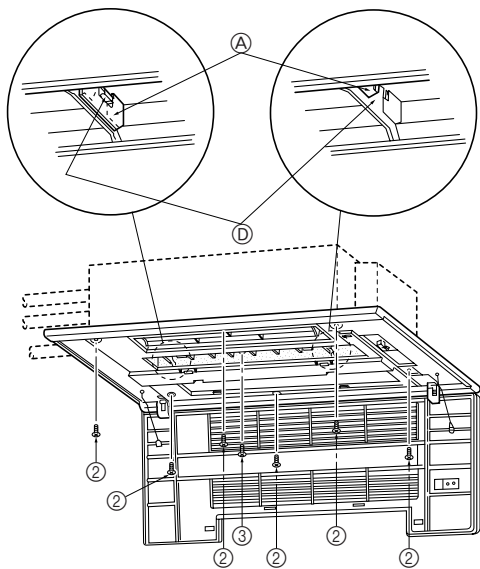
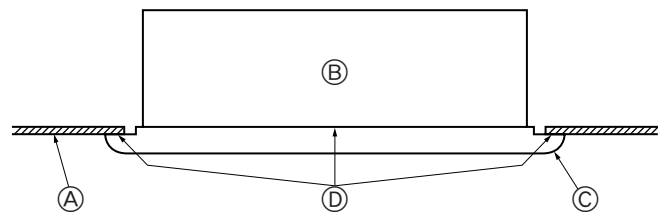

Fig. 5-5
Fig. 5-6
- 调整前侧面板以便正好适合于墙壁和天花板之间的夹角, 并在左右两侧的四个位置安装固定螺栓② (随格栅提供), 保持其稍微松开。(Fig. 5-5)
- 接下来拧紧固定螺栓②和三处中间位置的固定螺钉③。
- 最后拧紧左右两侧四个位置的固定螺栓②。
- 在这里, 确保室内机组和前侧面板之间没有缝隙, 以及前侧面板和天花板之间也没有缝隙。如果有缝隙, 则可能会有风进入和导致滴水 (Fig. 5-6)。
- * 完全拧紧固定螺栓②和固定螺钉③。